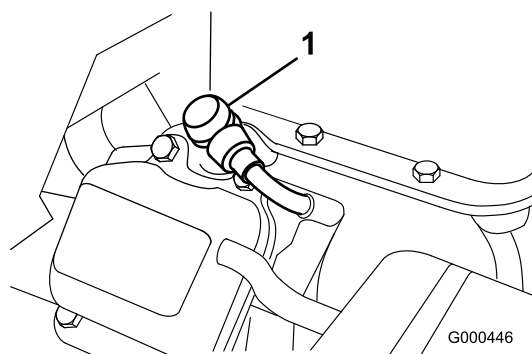

Figura 25
1. Desconecte el cable moldeado de la bujía (Figura 25).